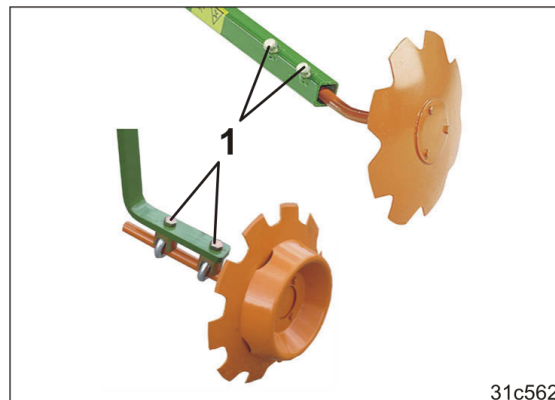

Fig. 170
- 4.3 Løsn de to skruer (Fig. 170/1).
- 4.6 Spænd skruerne (Fig. 170/1).